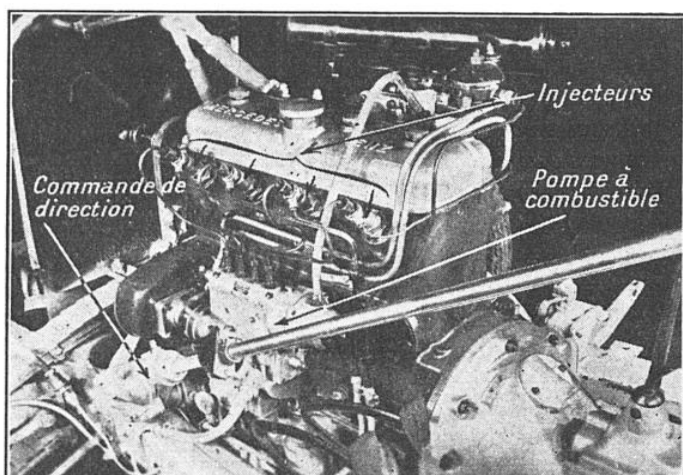

FIG. 9. — MOTEUR DIESEL POUR VOITURES DE TOURISME
vient de réussir Labarthe. J'ai moi-même obtenu, dans une voie presque identique, de très encourageants résultats. Ce rapprochement progressif entre le moteur à explosion et le moteur à combustion s'était déjà fait sentir d'une manière plus concrète : similitudes de poids, vitesses de rotation, souplesse, facilité de démarrage (toutes choses égales d'ailleurs, bien entendu). Un excellent exemple est le petit Diesel  $75 \times 100$  4 cylindres de Citroën (1), bien au point depuis l'an dernier et qui donne toute satisfaction, ainsi que le 2 l 600, 4 cylindres Mercedes Benz pour tourisme (fig. 9).